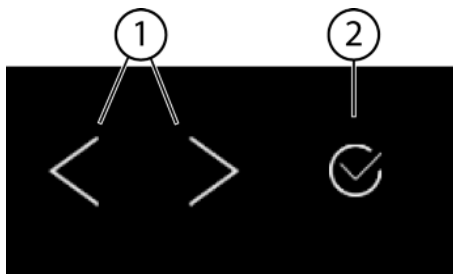
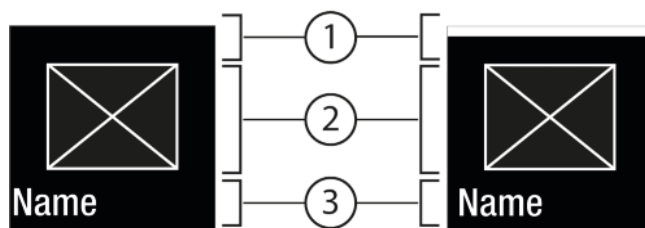
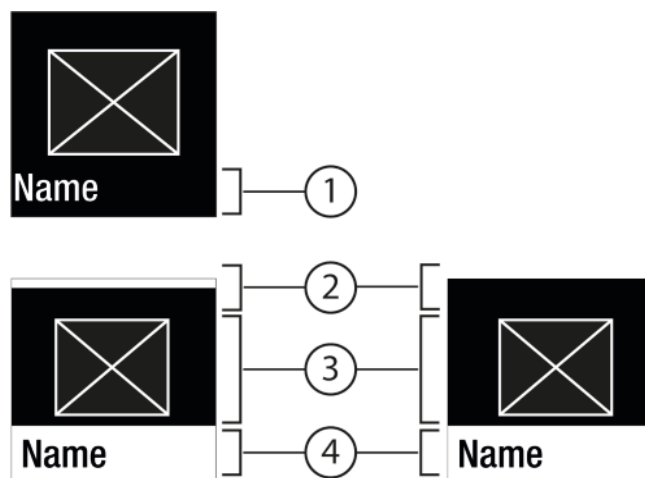

Fig. 5
Fig. 6
Fig. 7
- (1) Навигационная стрелка влево / вправо
(2) Подтвердить
Навигационная стрелка влево / вправо Fig. 5 (1):
Подтвердить Fig. 5 (2):
- Навигация при помощи навигационной стрелки влево / вправо Fig. 5 (1).
- С помощью Подтвердить Fig. 5 (2) активировать Fig. 6 (1) / деактивировать Fig. 6 (1) функцию / настройку.
- Навигация при помощи навигационной стрелки влево / вправо *Fig. 5 (1)*.
- С помощью Подтвердить *Fig. 5 (2)* вызвать Подменю *Fig. 7 (4)*.
- Установка нового значения: С помощью Подтвердить *Fig. 5 (2)* выбрать деактивированное значение *Fig. 6 (1)*.
- Назад в меню: С помощью Подтвердить *Fig. 5 (2)* выбрать уже активированное значение *Fig. 6 (2)*.
- ▶ Навигационные стрелки *Fig. 5 (1)* нажимайте до тех пор, пока не появится индикация функции.
- ▶ Нажмите на Подтвердить *Fig. 5 (2)*.
- ▶ С помощью навигационных стрелок *Fig. 5 (1)* выберите значение настройки.
- ▷ Состояние: активировано *Fig. 6 (1)* появляется ненадолго в Подменю *Fig. 7 (4)*.
- ▶ Нажимайте навигационные стрелки *Fig. 5 (1)* до тех пор, пока не появится индикация настроек .
- ▶ Нажимайте навигационные стрелки *Fig. 5 (1)* до тех пор, пока не появится индикация требуемой настройки.
- ▶ Нажмите и удерживайте в течение 3 секунд Подтвердить *Fig. 5 (2)*.